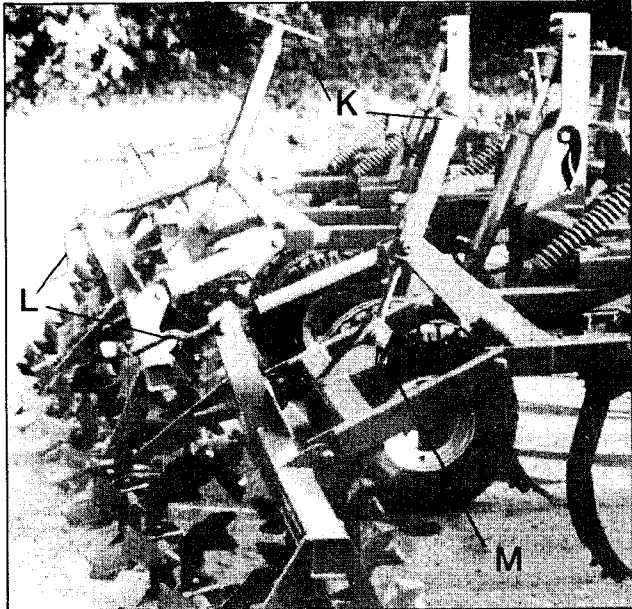

Fig. 2
**... mit Messer-Rollege** (Fig. 2 + 8)
Anstellwinkel mit Spindel L (Fig. 2); z.B. vordere Wellenreihe etwas anheben, wenn diese im lockeren Boden zum Schieben neigt (Spindel linksrum).
Klappgriffe der seitlichen Tiefenstellspindeln (K) mit Federstecker sichern. An der mittleren Tiefenstellspindel dient die Spindel Mutter als Verdrehsicherung - mit Schraube M (Fig. 2) die Schwergängigkeit der Spindel einstellen ("Schraube kontern").